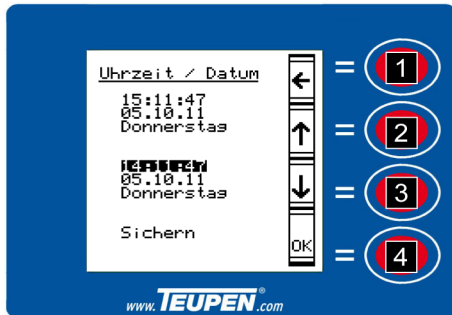

Fig. 69: Réglage heure
1. ➤ Sélectionner le réglage souhaité avec les [touches de fonction] (Voir la Fig. 69/2 et 3).
2. ➤ Confirmer le réglage sélectionné avec la [touche de fonction] (Voir la Fig. 69/4).
3. ➤ Augmenter la valeur du réglage souhaité avec la [touche de fonction] (Voir la Fig. 69/2).
Sélectionner la valeur du réglage souhaité avec la [touche de fonction] (Voir la Fig. 69/3).
4. ➤ Confirmer la valeur avec la [touche de fonction] (Voir la Fig. 69/4).